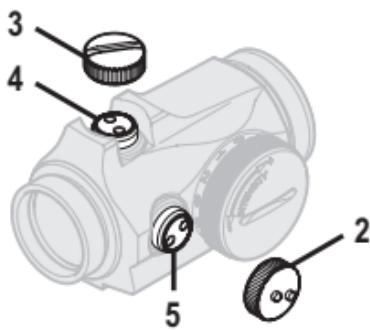

Abb. 2 Abdeckungen entfernen
- a. Öffnen Sie die Linsenabdeckungen (11) und (12).
- b. Drehen Sie den Drehschalter (8) im Uhrzeigersinn, bis der Leuchtpunkt eine zur Zielerkennung zufriedenstellende Helligkeit aufweist.
- c. Entfernen Sie die Schutzkappe (2) und die Abdeckung (3), um die Höhenstellschraube (4) und die Seitenstellschraube (5) zu erreichen. Siehe Abb. 2.